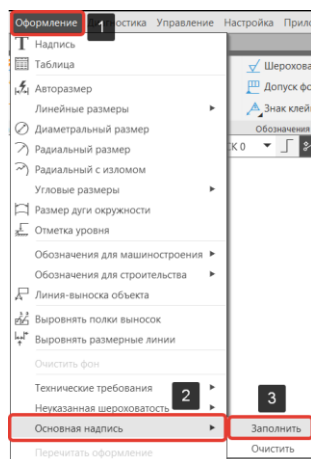

Рисунок 413 – Способ перехода к редактированию основной надписи
- Вызов команды Оформление (1) – Основная надпись (2) – Задать/Изменить (3) (Рисунок 413);